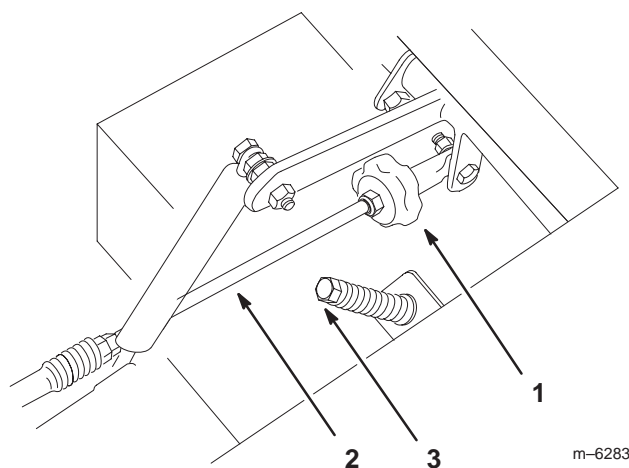

Bild 56
2. Stellen Sie die Länge der Pumpstange ein, indem Sie das Handrad an der Stange so weit in die entsprechende Richtung drehen, bis das Rad stillsteht oder sich leicht zurückdreht (Bild 56).